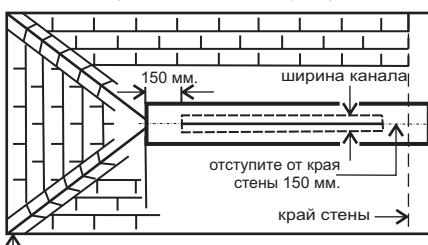
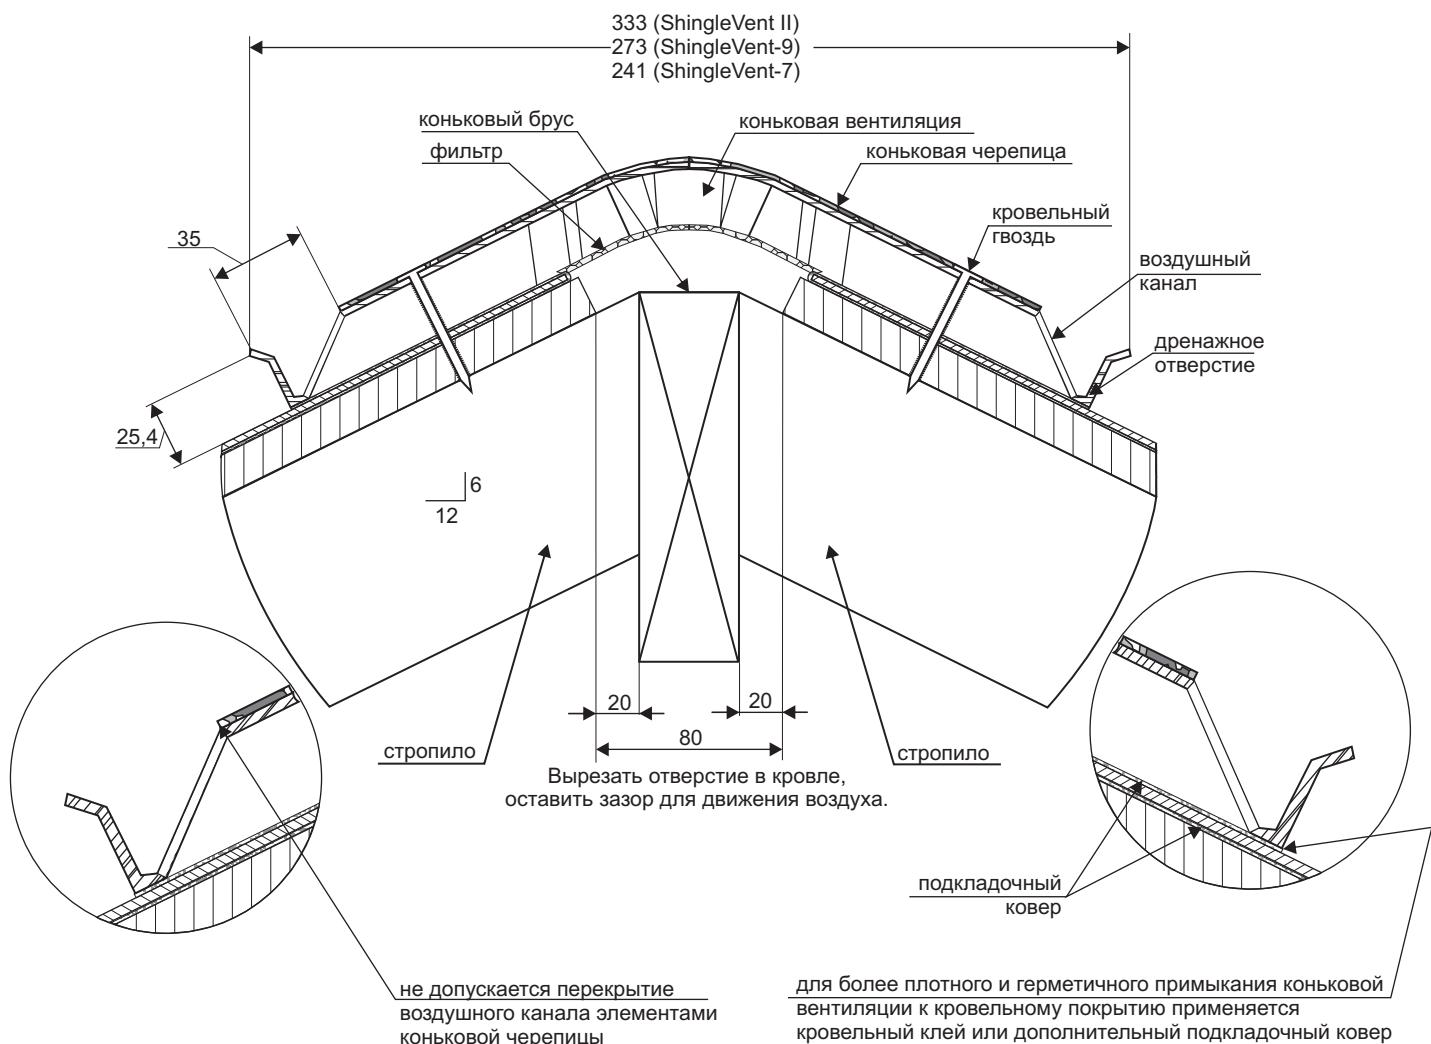

Рис. 7
Рис. 10 Крыша из стропильных ферм с коньковым бруском
7. Подготовьте кровлю к монтажу ShingleVent II: удалите существующие элементы кровельного покрытия (коньковую черепицу) с конька/ребра крыши Рис.1; произведите разметку вентиляционного канала (для этого, в качестве шаблона, используйте специальные продольные метки на ShingleVent II); посредством разметочного шнура и карандаша (мела) очертите контур вентиляционного канала (так, как это показано на Рис.7, 8, 9); установите глубину надпила дисковой пилы, так, чтобы избежать повреждения стропил и ферм крыши (следуйте рисункам приведенным ниже); аккуратно, по разметочной линии, не повреждая структуру кровельного пирога и не изменяя несущей способности крыши, выпилите отверстие (произведя вертикальный срез, если это возможно) в сплошном основании крыши Рис.2; удалите лишние фрагменты сплошного основания, очистите вентиляционный канал от мусора (опилок и других инородных предметов); используя подкладочный ковер (на основе стеклоткани) или битумную мастику (кровельный клей), добейтесь ровной однородной поверхности по линии примыкания нижней кромки ShingleVent II к кровельному покрытию.
*Помните, что коньковая вентиляция ShingleVent II должна плотно и герметично примыкать к кровельному покрытию. Особое внимание следует обратить на кровельные покрытия с неоднородным рельефом, гонты которых имеют многослойную структуру Рис. 10.\**
Оставляйте всегда открытыми дренажные отверстия, находящиеся в нижней части ShingleVent II (Рис. 10).
Удалите коньковую черепицу (см. п.7 настоящей инструкции). Используя разметочный шнур и карандаш (мел). Произведите разметку вентиляционного канала (см. Рис.7, 8, 9).
Выпишите отверстие в сплошном основании крыши. Избегайте повреждения стропил и ферм крыши (см. Рис. 7, 8, 9, 10). Освободите отверстие от мусора (см. п.7 настоящей инструкции).
Прибейте гвоздями коньковую черепицу по специальным разметочным линиям, Рис.10. Гвозди должны быть достаточно длинными, чтобы полностью проникать в основание крыши (см. п.10 настоящей инструкции).
Произведите разметку, для этого отступите от края стены (крыши) или места стыка коньков и ребер (для вальмовой крыши) 150 мм., см. Рис.7. Выпишите проем в сплошном основании крыши. Ширина пропила (канала) должна быть шире толщины коньковой балки не менее чем на 40 мм. (по 20 мм. с каждой стороны), см. Рис.10.